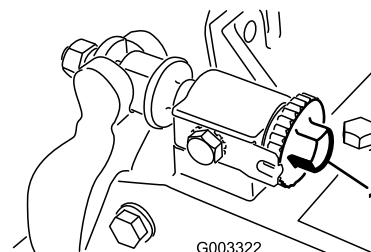
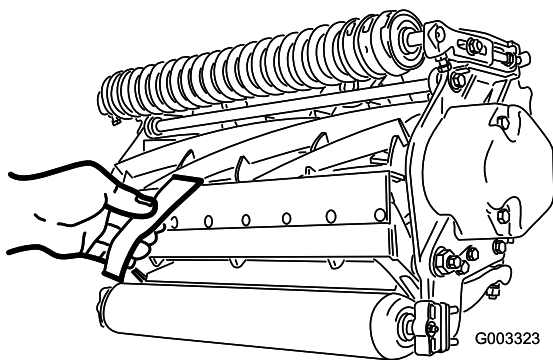

Figura 16
Figura 17
1. Posizionate la macchina su una superficie piana e uniforme. Accertatevi di eliminare il contatto del cilindro ruotando le viti di regolazione della barra di appoggio in senso antiorario (Figura 16).
- Importante:** Accertatevi che i dadi sull'estremità posteriore delle viti di regolazione della barra di appoggio non poggino sul piano di lavoro (Figura 16).
3. Ad una estremità del cilindro, inserite una striscia di carta da giornale tra il cilindro e la controlama (Figura 17). Girate lentamente il cilindro in avanti e allo stesso tempo girate in senso orario la vite di regolazione della barra di appoggio (Figura 16) dallo stesso lato del cilindro, uno scatto per volta, finché la carta non viene pizzicata leggermente quando viene inserita dal davanti ed è parallela alla controlama. Avvertirete una leggera resistenza mentre la carta viene tirata.
5. Una volta terminata la regolazione, verificate che il cilindro comprima la carta, quando viene inserita dalla parte anteriore, e che tagli la carta, quando viene inserita ad angolo retto rispetto alla controlama (Figura 17). Deve essere possibile tagliare la carta con un contatto minimo tra la controlama e le lame del cilindro. Se risulta evidente una resistenza del cilindro/un contatto eccessivo, sarà necessario lappare o riaffilare l'apparato di taglio per ottenere il livello di affilatura necessario per un taglio di precisione (Fate riferimento al manuale Toro per l'affilatura del cilindro e delle macchine a taglio rotativo, Modulo N. 80-300PT).